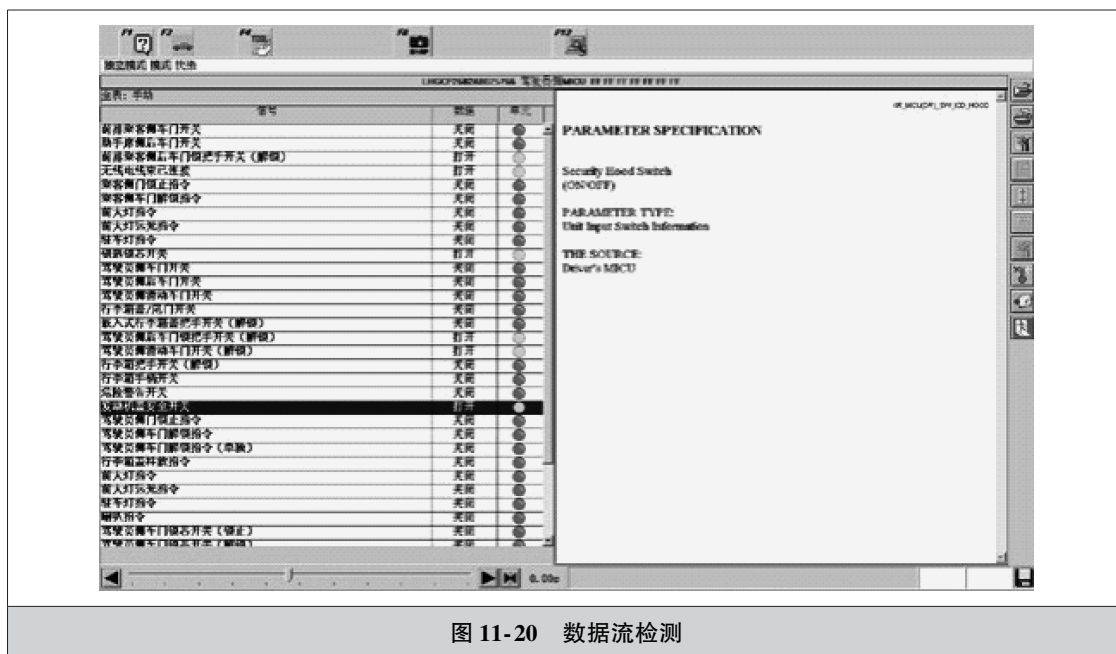

图 11-20 数据流检测
- 4) 连接故障诊断仪并对遥控系统进行测试。如对本田轿车车身电器的安全系统进行数据流检测 (图 11-20), 遥控系统检测到发动机舱盖安全开关打开 (未关闭), 导致遥控系